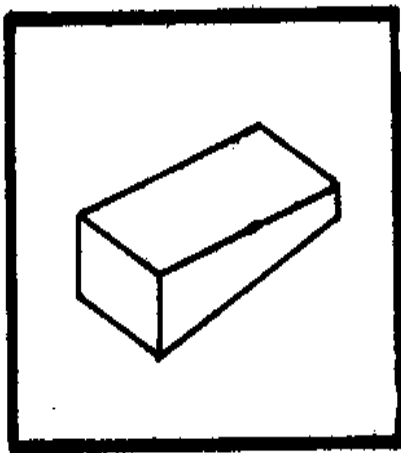

Fig. 17 - Side Taper.
59. Side el Afilamiento (Vea Fig. 17.)